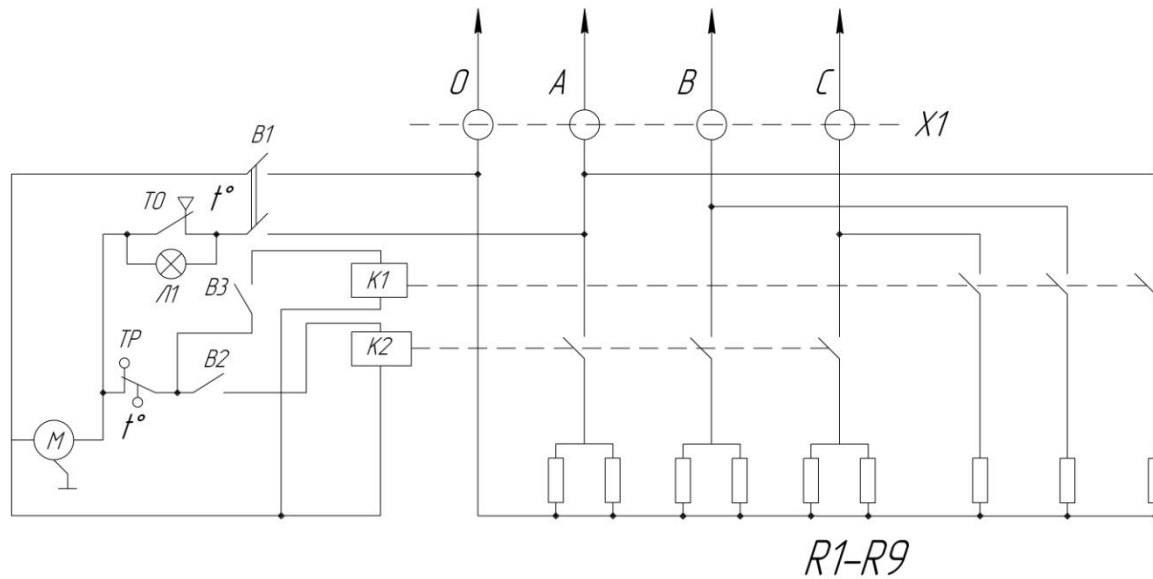

Рис.1
Электрическая схема тепловентилятора приведена на рис.1,2 Приложения.
В целях безопасности тепловентилятор должен быть заземлён гибким проводником сечением не менее 2,5мм, надёжно закреплённым гайкой между плоскими шайбами на болте заземления (7) (см. рис.1).